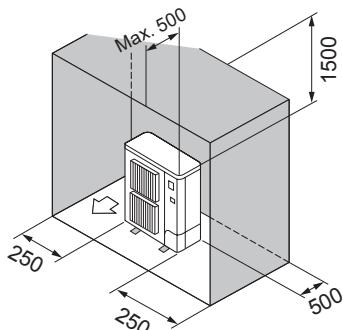

Fig. 2-12
- ⑥ Enbart hinder på baksidan, sidorna och ovansidan (Fig. 2-12)